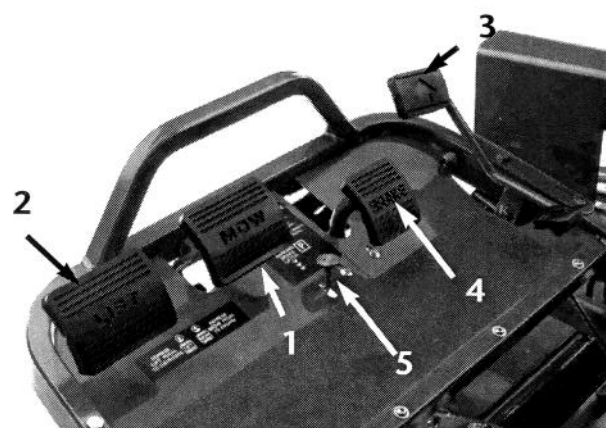
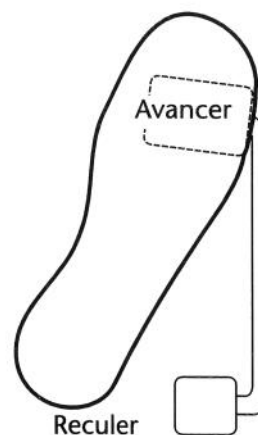

Figure 4
Figure 5
**PEDALE DE TONTE** (Fig. 4)—Appuyer A FOND sur la pédale de tonte pour abaisser les unités de coupe et mettre les rouleaux en marche.
**PEDALE DE FREIN** (Fig. 4)—La pédale de frein actionne un frein mécanique à tambour automobile.
**PEDALE DE RELEVAGE** (Fig. 4)—Si la pédale de relevage est enfoncée au cours de l'opération, les rouleaux s'arrêtent de tourner et les unités de coupe se relèvent. La pédale de relevage doit rester ENTIEREMENT enfoncée jusqu'à ce que les unités de coupe soient totalement relevées et se soient arrêtées de tourner.
**BOUTON DU FREIN DE STATIONNEMENT** (Fig. 4)—Appuyer sur la pédale de frein pour actionner l'assemblage frein, puis appuyer sur le bouton du frein de stationnement pour maintenir les freins enclenchés pour le stationnement. Appuyer sur la pédale de frein pour déclencher les freins. Prendre l'habitude d'enclencher le frein de stationnement avant de quitter la machine.
**PEDALE DE DEPLACEMENT** (Fig. 4)—La pédale de déplacement permet à la machine d'avancer ou de reculer. Appuyer sur le haut de la pédale pour avancer et sur le bas pour reculer. Ne pas laisser le talon reposer sur la bas de la pédale lors de l'opération en marche avant (Fig. 5).